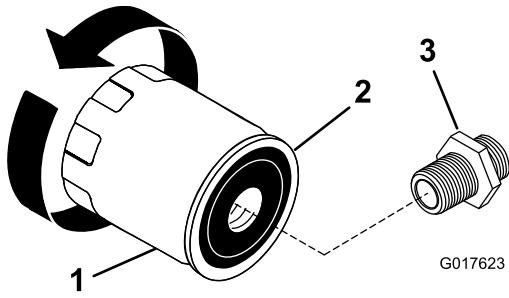

Bild 19
2. Entfernen Sie den alten Ölfilter und wischen Sie die Oberfläche der Filterzwischenstückdichtung (Bild 19) ab.